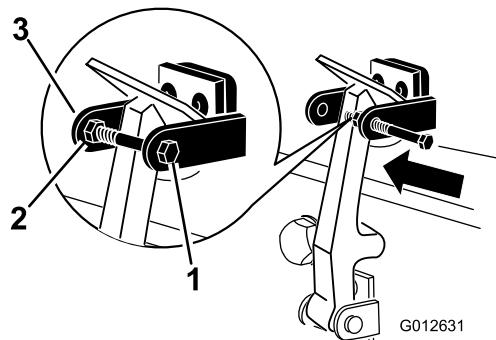

Figure 10
7. Vissez le boulon dans l'autre bras du support de verrouillage pour bloquer ce dernier en position (Figure 10). Serrez fermement le boulon mais pas l'écrou.